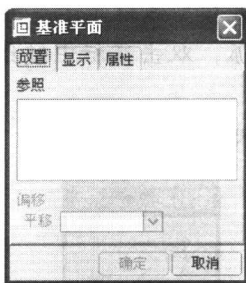

图 1-28 基准平面提示对话框
35. 单击特征工具栏中的基准平面按钮，系统弹出如图 1-28 所示基准平面提示对话框，要求选择基准平面参照。